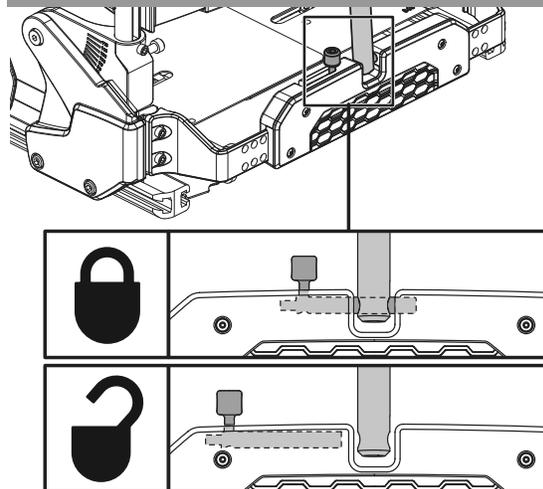

Figura 5. Respaldo abatible (pasador de detención)
1. Retire el pasador de detención. **Ver figura 5.**
2. Vuelva a colocar el pasador y compruebe que todo esté en su sitio. **Ver figura 5.**